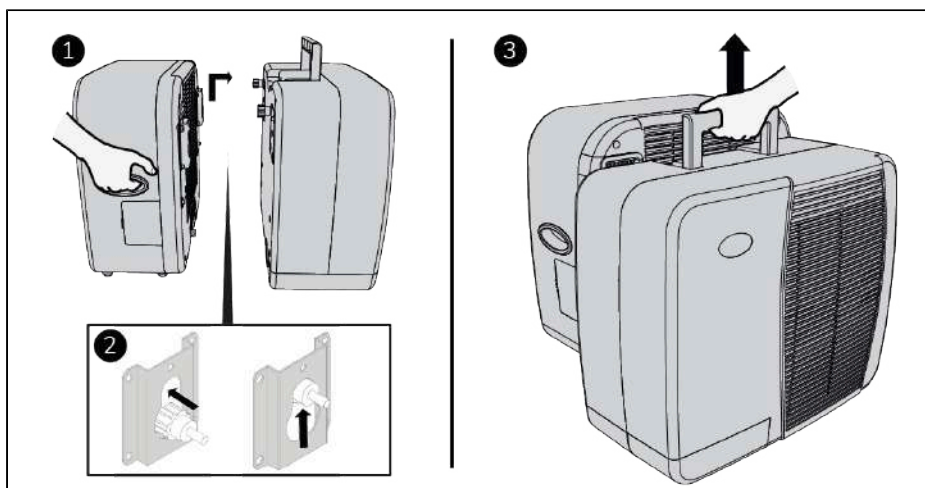

Figura 69.
5. Appendere l'unità interna sull'unità esterna per un trasporto facile ( Figura 69).